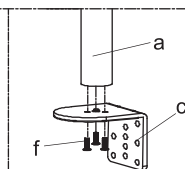

Figura 1
1. Instale o suporte de fixação "c" (c) na haste (a) usando 3 parafusos M5x20 (f) e aperte usando a chave Allen (j), veja a figura 1.